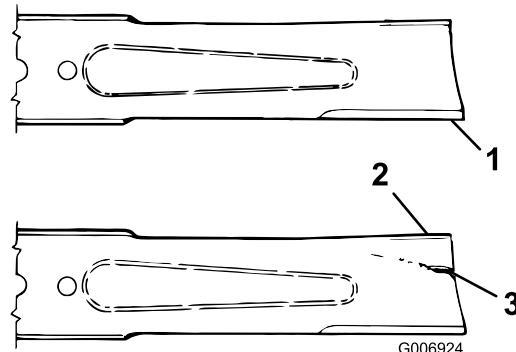

Figura 17
- Verificate accuratamente i taglienti, con particolare attenzione ai punti d'incontro delle sezioni piatta e curva della lama (Figura 17).
- Se riscontrate segni di usura (Figura 17), sostituite la lama; fate riferimento a Revisione della lama (pagina 12).
Se continuate ad usare la lama usurata, si forma una scanalatura tra la costa e la sezione piatta della lama (Figura 17). Alla fine, un pezzo di lama può staccarsi e venire lanciato dal sottoscocca, con il rischio di ferire gravemente voi o gli astanti.